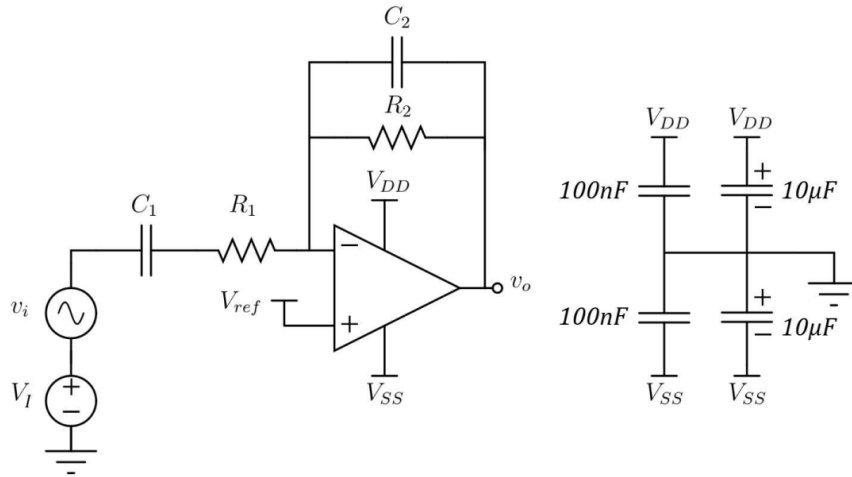

Figura 1: Descripción de imagen
1. El circuito de la figura 1 permite fijar el nivel DC a la salida y la ganancia. Encuentre una expresión para v_o en función de v_i y V_{ref} .